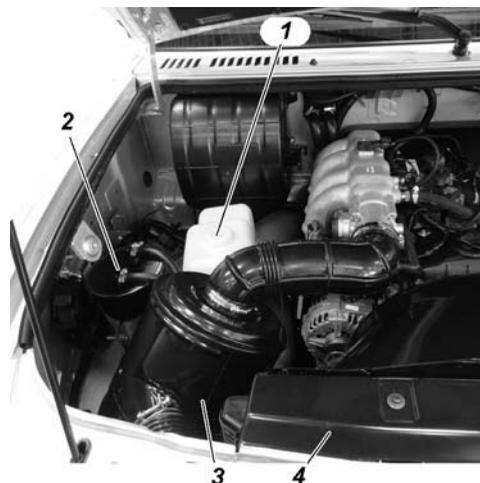

Рис. 3.45. Подкапотное пространство (фрагмент):
**Бачок омывателя 1** (рис. 3.45) заполняйте чистой водой (летом) или специальной незамерзающей при температуре ниже 0°С жидкостью.